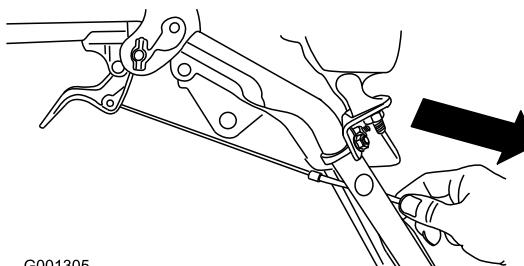

Figura 9
4. Tirate la guaina del cavo delicatamente verso il basso fino a quando la leva della frizione ruote non è abbassata ed è stato rimosso l'allentamento del cavo, poi serrate saldamente il dado del serrafile (Figura 9).